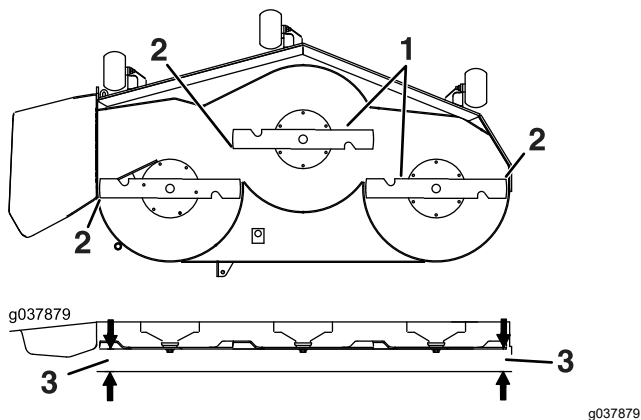

Figura 94
6. Mida entre la punta de la cuchilla y la superficie plana (Figura 94). Si ambas mediciones no están dentro de los 5 mm (3/16"), ajuste la nivelación; siga con este procedimiento.
13. Gire cuidadosamente las cuchillas colocándolas perpendicularmente al sentido de avance de la máquina (Figura 94).